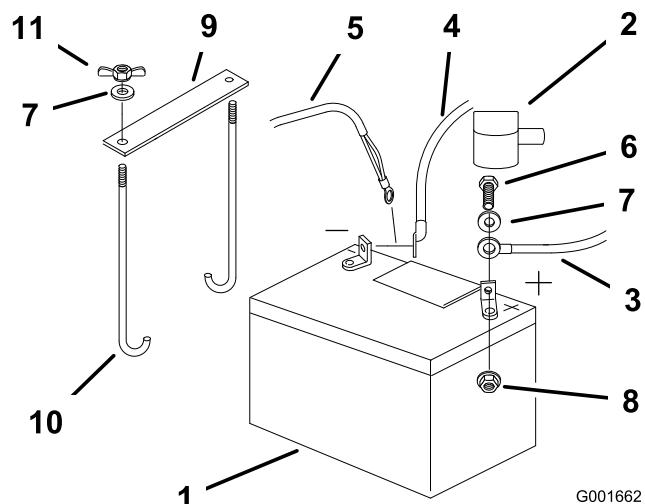

Figure 39
4. Commencez par débrancher le câble négatif et le câble de masse de la borne négative (-) de la batterie (Figure 39).
5. Ôtez le capuchon rouge de la borne positive (rouge) de la batterie. Débranchez ensuite le câble positif (rouge) de la batterie (Figure 39).
6. Retirez les deux écrous à oreilles (1/4 inch) de fixation de la barrette de maintien de la batterie (Figure 39).
1. Placez la batterie dans son support en tournant les bornes vers le moteur (Figure 39).
4. Fixez les câbles avec 2 boulons (1/4 x 3/4 po), 2 rondelles (1/4 inch) et 2 contre-écrous (1/4 inch) (Figure 39).
6. Fixez la batterie en position avec des boulons en J, une barrette de maintien et 2 rondelles (1/4 inch), ainsi que 2 écrous à oreilles ((1/4 inch)) (Figure 39).